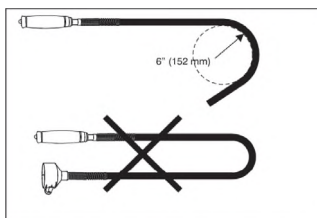

Рис. 7
- 6.Во время работы не перегибайте гибкий вал (Рис. 7).